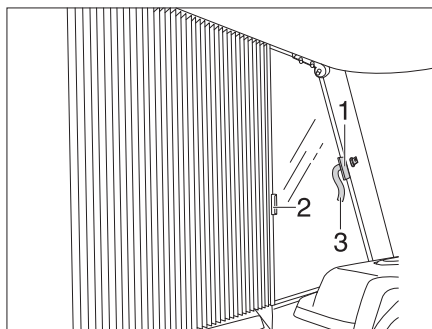

Bild 87 Plisségardiner för förar- och passagerarfenster
- Öppna kardborrbandet på säkringsbandet (Bild 87,3) på båda sidor.
- Ta tag i handtagen (Bild 87,1 och 2) i plisségardinen och dra försiktigt ihop dem tills magnetlåset håller plisségardinen stängd.
- Dra försiktigt tillbaka plisségardinen i handtagen (Bild 87,1 och 2).
- Säkra plisségardinen med kardborrbandet på säkringsbandet (Bild 87,3).